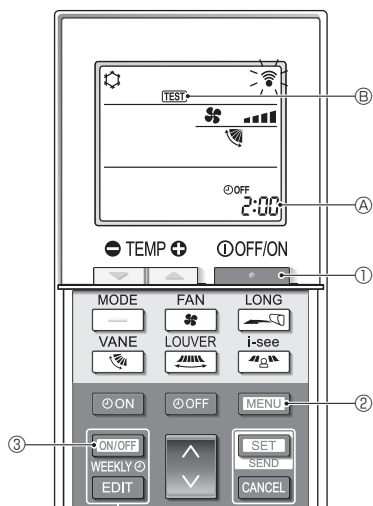

Fig. 7-4
■ Тестовий прогін (Fig. 7-4)
1. Натисніть кнопку ① для зупинки кондиціонера.
- Якщо ввімкнено тижневий таймер (увімкнено режим **WEEKLY**), натисніть кнопку ③, щоб його вимкнути (режим **WEEKLY** вимкнено).
2. Натисніть і тримайте кнопку ② протягом 5 секунд.
3. Натисніть кнопку ②.
- З'являється напис **TEST** ⑥, і блок переходить у режим тестового прогону.